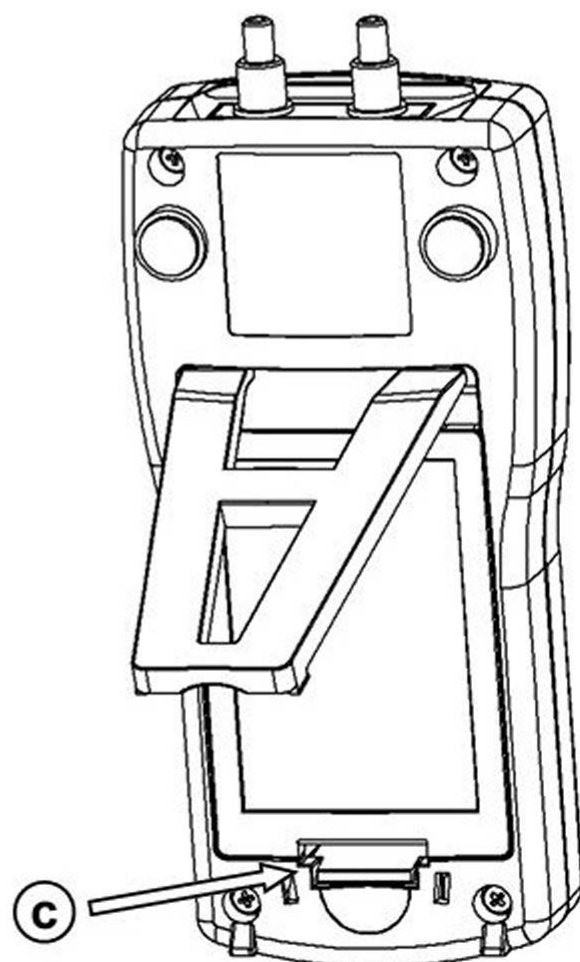

Рис. 2: Отсек для батареек
- вставить батарейки в специальный отсек с соблюдением полярности. Для того, чтобы снять крышку отсека батареек, необходимо нажать на пластиковый крепеж (С на рис. 2).